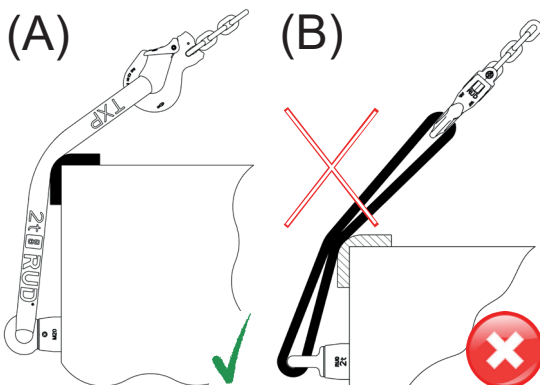

Fig. 9: (A) Uso permitido
- Las eslingas tubulares TXP no deben estar aplastadas ni superpuestas (Fig. 9). También se debe evitar el plegado de la eslinga tubular TXP en el elemento de amarre (p. ej., gancho de grúa, grillete o guarnición). Esto puede producir una pérdida de resistencia significativa.